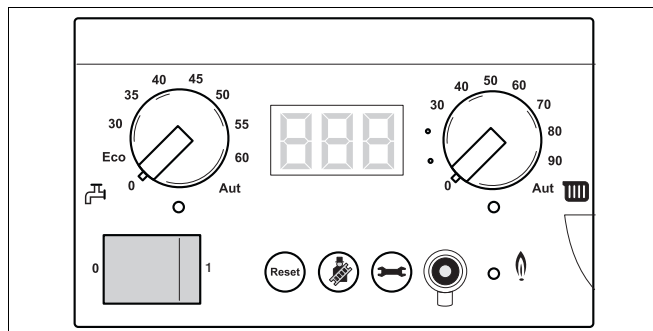

Fig. 73 Întrerupeți alimentarea cu tensiune a instalației de încălzire
- Întrerupeți alimentarea cu tensiune a instalației de încălzire (fig. 73).